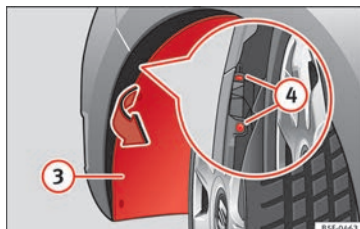

Fig. 113 Faro antiniebla: acceso al conector y al portalámparas.
- Tire del pasarrueda ③ » **fig. 113** para dar acceso a los 2 tornillos ④ » **fig. 113** del parachoques que quedan escondidos.